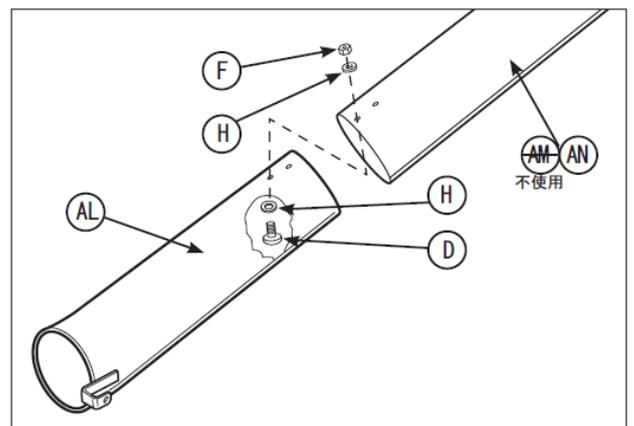

図 27
4. チューブ (上) (図 27 の AN) をチューブ (下) (AL) にかぶせるようにスライドさせ、ボルト (D) とワッシャー (H)、ナット (F) で締めてください。